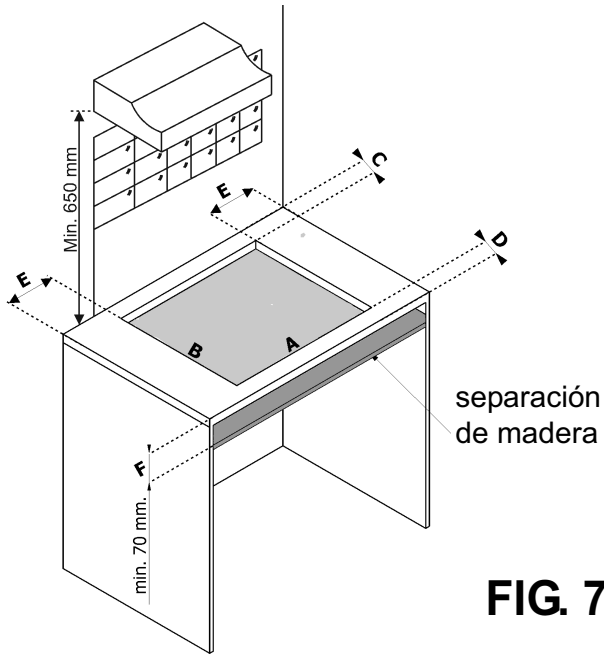

FIG. 7
Realizar en la superficie del mueble modular una apertura para el encajonamiento de acuerdo a las dimensiones especificadas en mm (véase fig. 7), cuidando de que sean respetadas las distancias críticas entre el aparato, la pared lateral, la pared posterior y la superior (véase fig. 7 y 8).
- Para evitar posibles contactos accidental con la superficie del armazón del aparato, sobrecalentada durante el funcionamiento, es necesario colocar un separador de madera fijado por tornillos a una distancia mínima de 70 mm del borde (fig. 7).